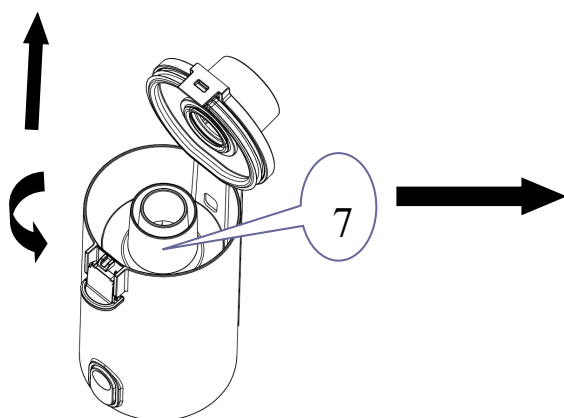

Figur 6-5
6.2 Hold godt fast i filterbeholderens håndtag (NO.5), og træk HEPA-filteret (NO.6) ud af støvkoppen for at tømme den. Vask filteret (NO.6) under vandhanen, hvis det er nødvendigt, og lad det tørre helt, før du bruger det. Se figur 6-5 og 6-6.
7.19 Displayet viser "Filter Blocked": Filteret er blokeret. Tag fat i filterskærmen, og drej den mod uret for at trække den ud af støvkoppen. Bank snavset på filterskærmen af, og tøm støvet ud af støvkoppen (se figur 6-7 og 6-8). Hold godt fast i filterbeholderens håndtag, træk HEPA-filteret ud af støvkoppen og tøm det. Rengør om nødvendigt HEPA-filteret under vandhanen, og lad det tørre helt, før det tages i brug, som vist på figur 6-5 og 6-6.